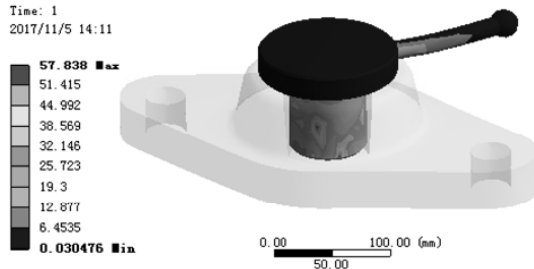

图 7.6.47 应力结果图解 (handle)
(4) 查看 handle 应力结果图解。在“Outline”窗口中选中  **Equivalent Stress 2**，查看图 7.6.47 所示的零件 handle 的应力结果，其最小应力为 0.030476MPa，最大应力为 57.838 MPa。